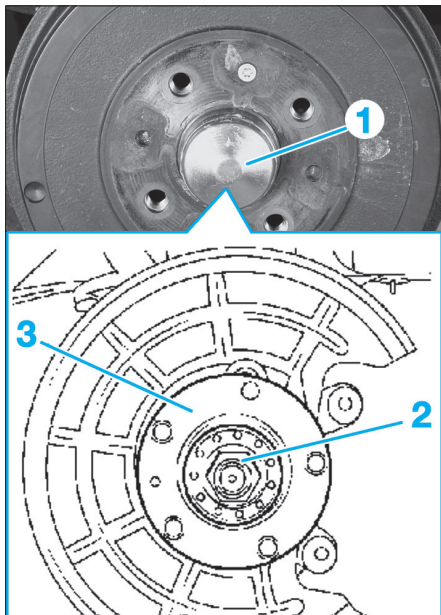

Fig. 28
- Déposer le cache antipoussière (1) (Fig.28).